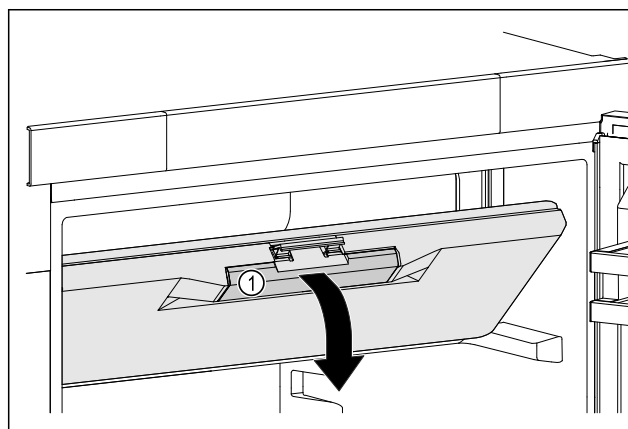

Fig. 48
- ▶ Ta i frysfacksdörren på det nedsänkta handtaget Fig. 48 (1).